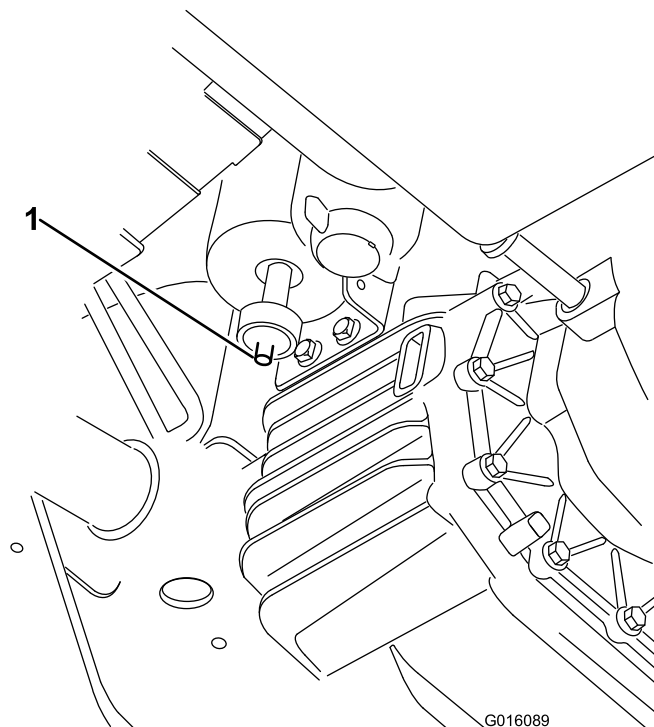

図 40
1. カーボンキャニスタ下部にあるエアフィルタを探し出す（図 40）。